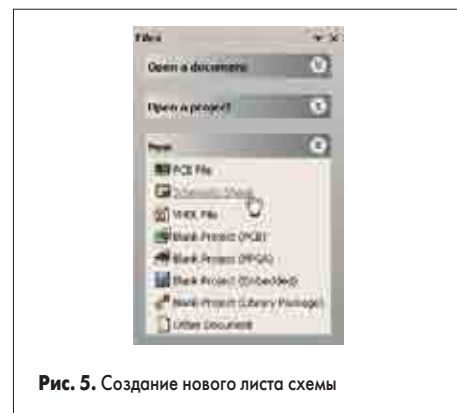

Рис. 5. Создание нового листа схемы
- Выполните команду меню File/New/Schematic Sheet или щелкните мышкой на опции Schematic Sheet в секции New панели управления Files (рис. 5). На рабочем столе системы Protel DXP появится пустой лист принципиальной схемы с именем по умолчанию Sheet1.SchDoc, который автоматически будет добавлен в наш проект. На вкладке Projects новый лист схемы будет отображаться в категории Schematic Sheets под именем проекта.